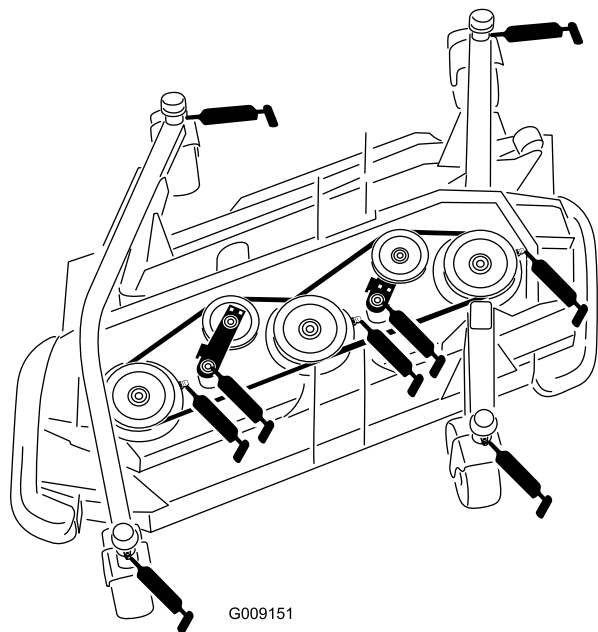

図 54
- キャスタフォークのシャフトのベアリング4ヶ所 図 54。
- スピンドルシャフトのベアリング3ヶ所スピンドルハウジング 図 54
- アイドラアームのピボットのブッシュ2ヶ所アイドラピボットのシャフト 図 54